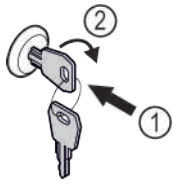

Fig. 136 Beispielhafte Darstellung
- ▶ Schlüssel hineindrücken Fig. 136 (1).
- ▶ Schlüssel um 90° im Uhrzeigersinn drehen Fig. 136 (2).